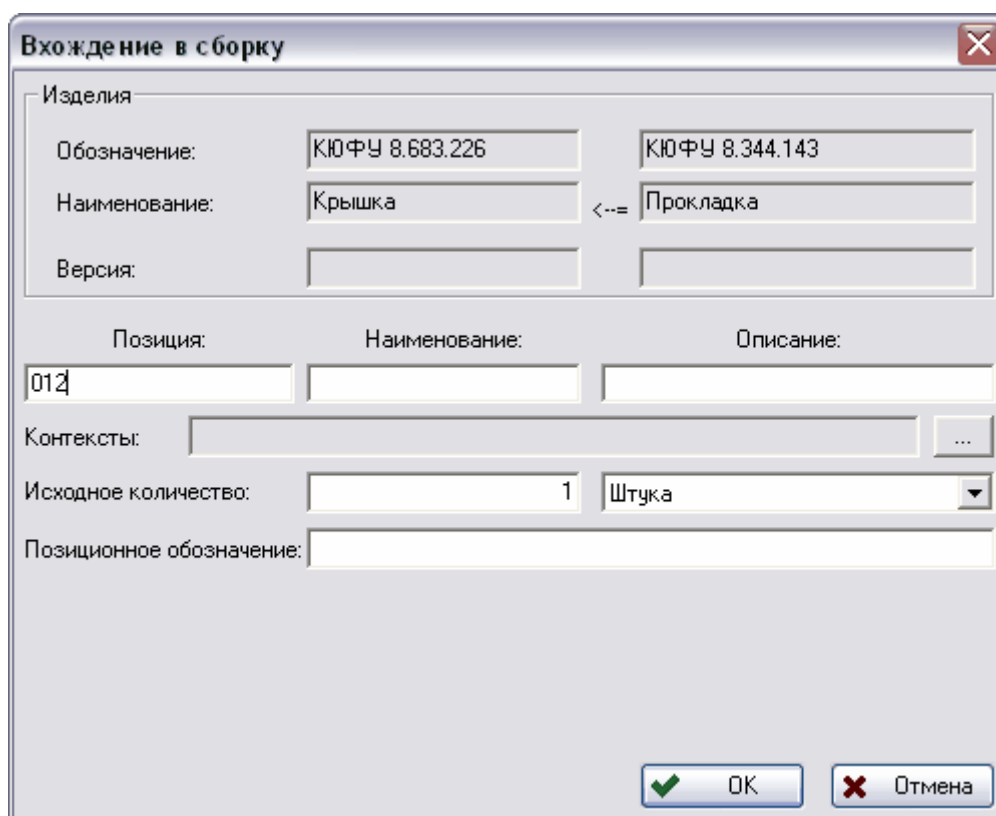

Рис. 44
3. После этого появится диалоговое окно **Вхождение в сборку** (Рис. 44).